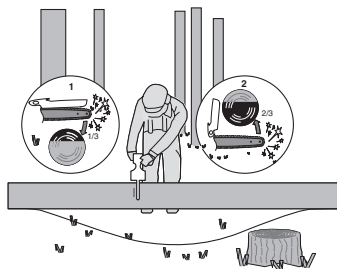

Fig 4
Lorsque le tronc est soutenu par les deux extrémités, comme illustré à la Figure 4, coupez 1/3 du diamètre depuis le haut (coupe par le haut) (1). Ensuite, pratiquez la coupe de finition depuis le bas sur les 2/3 inférieurs (2) pour rejoindre la première coupe.